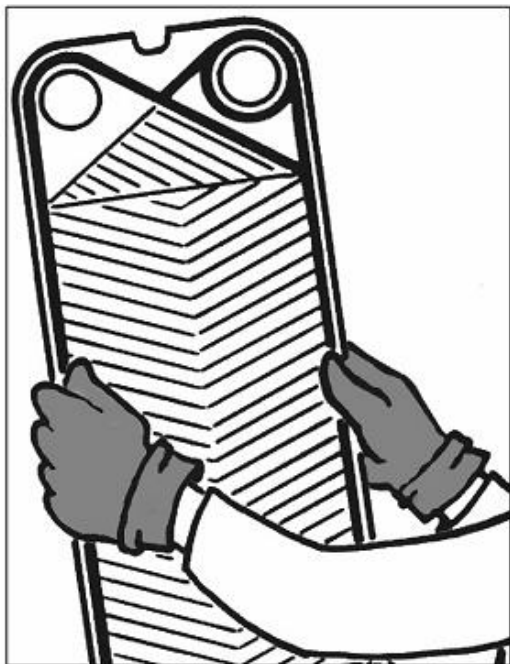

Рис. 7
- все работы с пластинами, во избежание повреждения рук, должны выполняться с использованием защитных перчаток (рис. 7);